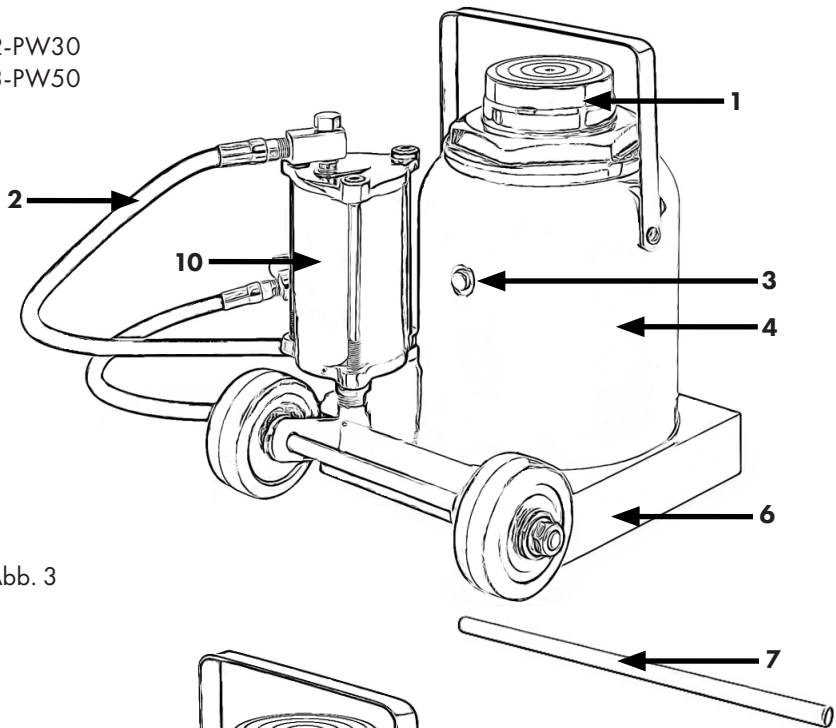

Abb. 3
**Legende Abbildung 3 & 4 (SC2-PW30)(SC3-PW50)**